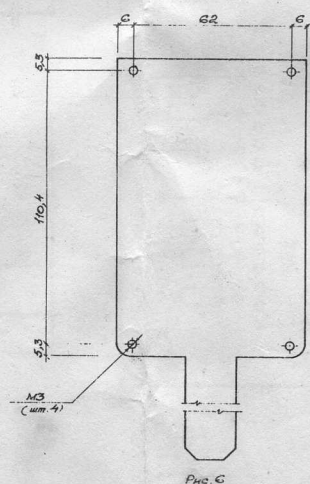

Рис. 6
- 3.2. Сделать 4 отверстия в **ОСНОВАНИИ** (1.1.) в соответствии с Рис. 6, либо припаять в этих местах с помощью кислотной втулки высотой 5 мм с внутренней резьбой М3 для установки печатной платы (в дальнейшем ПП).